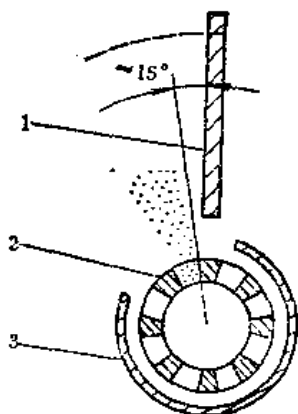

图5-1-4 叶片与分丸轮相对位置
③ 检查抛丸器叶轮上的8个叶片、分丸轮的8个扇形弹丸抛出口之间的相对位置是否正确，分丸轮扇形口的工作表面与叶片的工作表面约为 15° 角，这样才能保证弹丸由分丸轮抛出时被叶片工作面所承接。否则弹丸将冲击叶片端部或抛到叶片背面去，并会造成不应有的磨损。在维修调整时，决不能破坏叶片与分丸轮的相对位置。分丸轮、定向套、叶轮装配时必须保证同轴，否则将破坏弹丸的运动、产生挤丸现象。图5-1-4为叶片与分丸轮的相对位置。